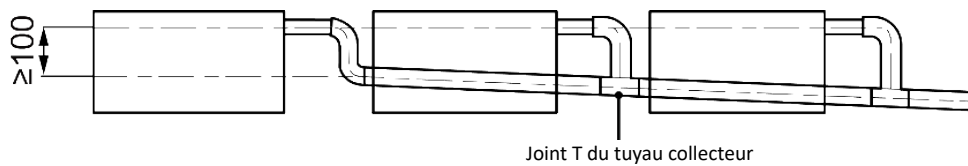

Fig. 4.3.4
- 4 Lors du raccordement de plusieurs tuyaux d'évacuation, suivez les consignes comme indiqué dans la Fig.4.3.4. La pente des tuyaux d'évacuation doit être d'au moins 1% ~ 2%. Choisissez un tuyau collecteur d'évacuation qui corresponde à la capacité de l'unité.